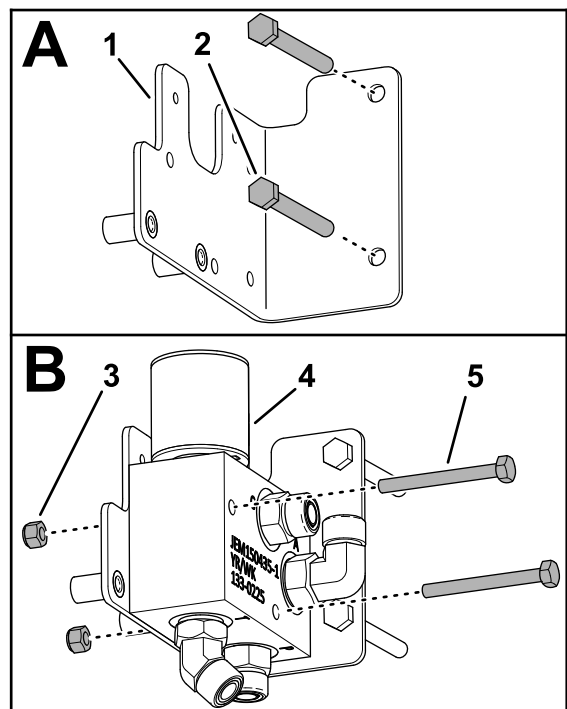

Figure 14
2. Vissez les boulons (5/16" x 2¾"), retirés à l'opération 1, dans les trous du support de la vanne à faible débit (Figure 14).